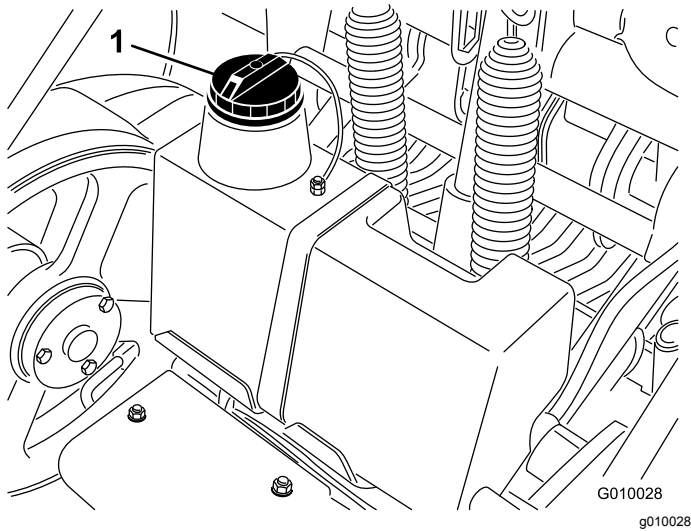

Figure 19
- Nettoyez la surface autour du goulot et du bouchon de remplissage du réservoir hydraulique (Figure 19). Enlevez le bouchon du goulot de remplissage